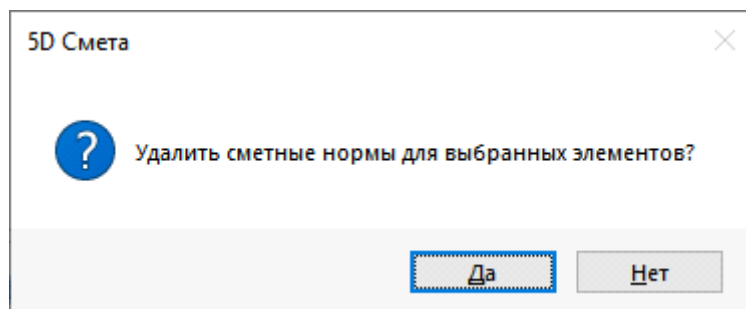

Рис. 45. Удаление норм для выбранных элементов
- выбраны какие-то элементы, некоторым из которых назначены сметные нормы. В этом случае появляется запрос (рис. 45) следующего вида.